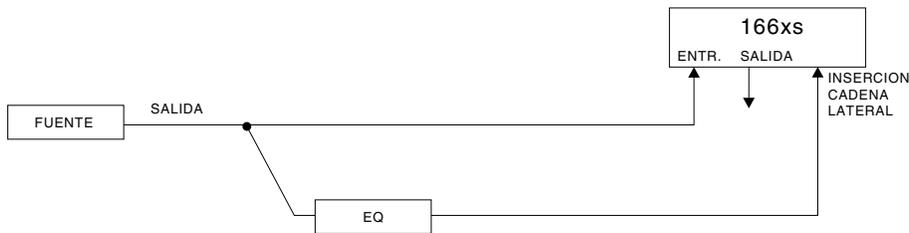

Figura 4: Compresión basada en la frecuencia
Por ejemplo, para configurar su 166xs para una puerta de ruidos o una compresión sensible a la frecuencia, deberá hacer que la entrada de un ecualizador reciba la misma señal pasada a la toma INPUT del 166xs y después conectar la salida del ecualizador a la toma SIDECHAIN INSERT del 166xs (Figura 4). El pasar la misma señal a la toma INPUT del 166xs y al ecualizador puede ser realizado de varias formas: (1) usando un cable de inserción conectado a la toma SIDECHAIN INSERT y que la toma SEND vaya a la entrada del EQ y la RETURN a la salida del EQ; (2) usando un cable en Y para pasar la misma fuente audio a la entrada INPUT del 166xs y la del ecualizador; (3) pasando la señal a una de las tomas INPUT del 166xs y usando la clavija INPUT paralela del canal del compresor para pasar la señal al ecualizador (p.e., si la fuente audio pasa a la toma INPUT de 6,3 mm del canal 1, use la entrada XLR de ese mismo canal para pasar la señal al ecualizador); (4) si su fuente audio puede dividir internamente su señal de salida (p.e., algunos sintetizadores pueden enviar la misma señal a partir de dos salidas), conecte un cable a cada salida y pase uno a la toma INPUT del 166xs y el otro a la entrada del ecualizador.